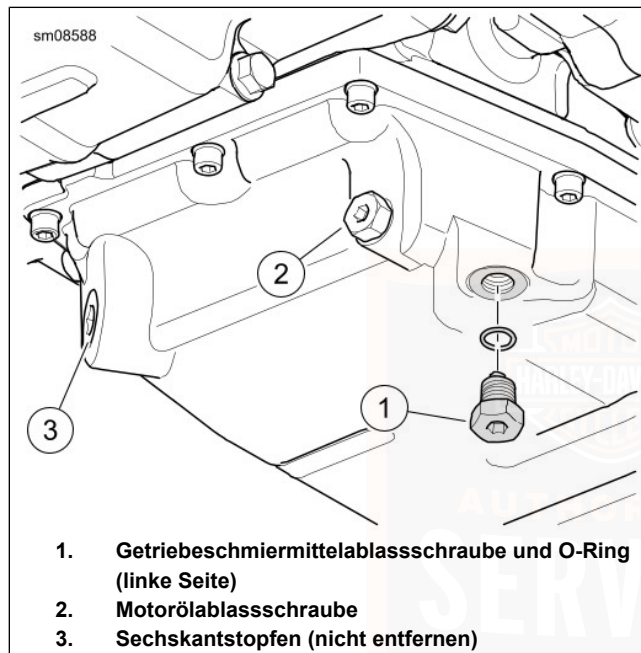

Abbildung 43. Getriebschmiermittelablass
2. Siehe Abbildung 43. Die Getriebeschmiermittel-Ablassschraube entfernen. Getriebe entleeren.